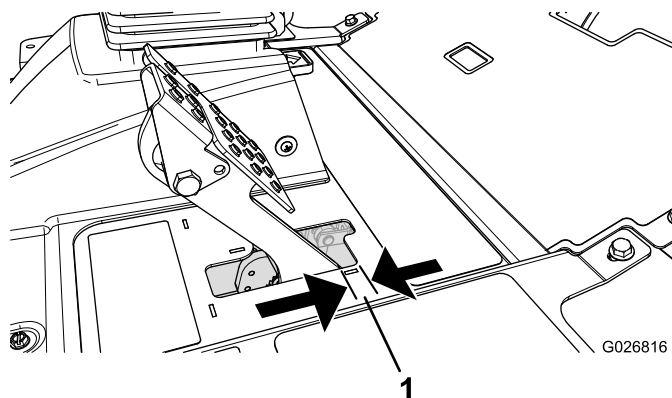

Figura 51
Regolate i freni se il pedale ha un “gioco” superiore a 2,5 cm (Figura 51), o quando è necessaria maggiore forza di tenuta. Per gioco s'intende la distanza che il pedale percorre prima che si avverta la resistenza della frenata.
2. Serrate il dado posteriore per spostare indietro il cavo, finché i pedali del freno non hanno un gioco compreso tra 6,3 e 12,7 mm (Figura 51), prima che la ruota si blocchi.